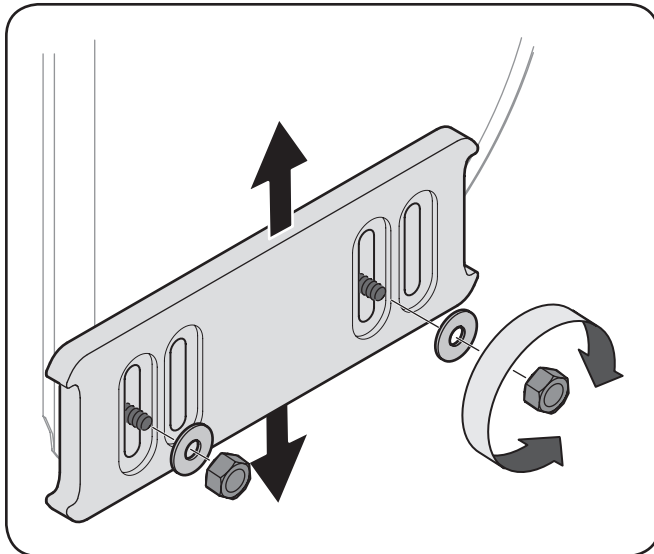

Figure 3-23
1. Desserrez les quatre écrous (deux de chaque côté) et les boulons de carrosserie. Placez les patins à la position désirée. Voir Figure 3-23.
NOTE : Les patins sur votre souffleuse à neige peuvent être différents de ceux illustrés sur la Figure 3-23.